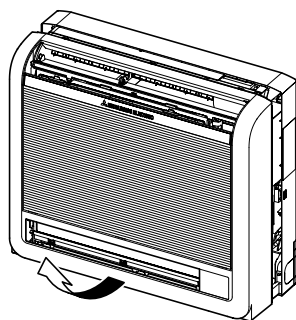

Fig. 3-4
- 4) Sollevare la griglia anteriore per rimuoverla. (Fig. 3-4)